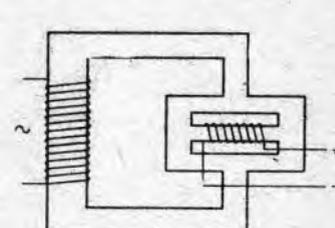

Bild 7. Drosselspule mit auf einem bestimmten Eisenkernteil beschränkter Vormagnetisierung
- Wie der Eisenkern zur Erfüllung dieser Bedingungen z. B. ausgebildet sein kann, zeigt Bild 7. Der Wechselstromkreis wirkt hierbei nicht mehr auf den Gleichstromkreis und die Regeldrosselspule wirkt wie Drosselspule mit mechanisch regelbarem Luftspalt, hat aber der letzteren gegenüber den Vorteil, daß die Regelung nicht durch mechanisch bewegliche Teile, sondern elektrisch erfolgt und sogar völlig automatisch erfolgen kann.